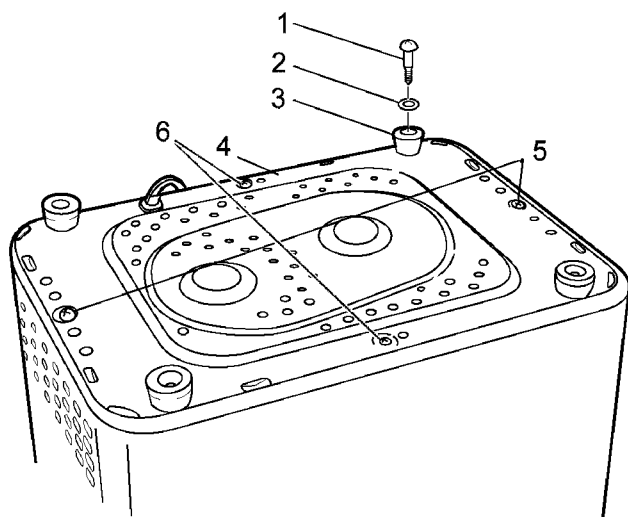

Рис. 6
1. Перевернуть хлебопечку дном вверх и отсоединить 4 винта, крепящих ножки (Рис. 6)